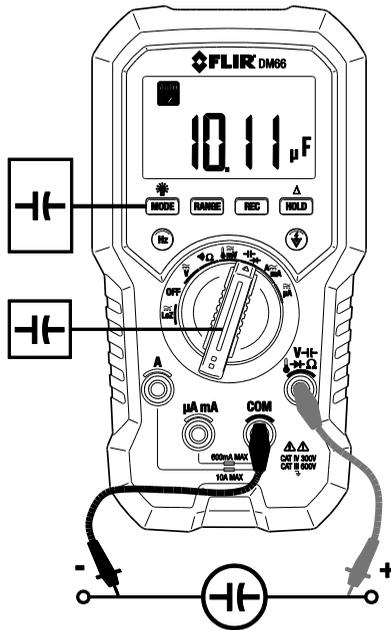
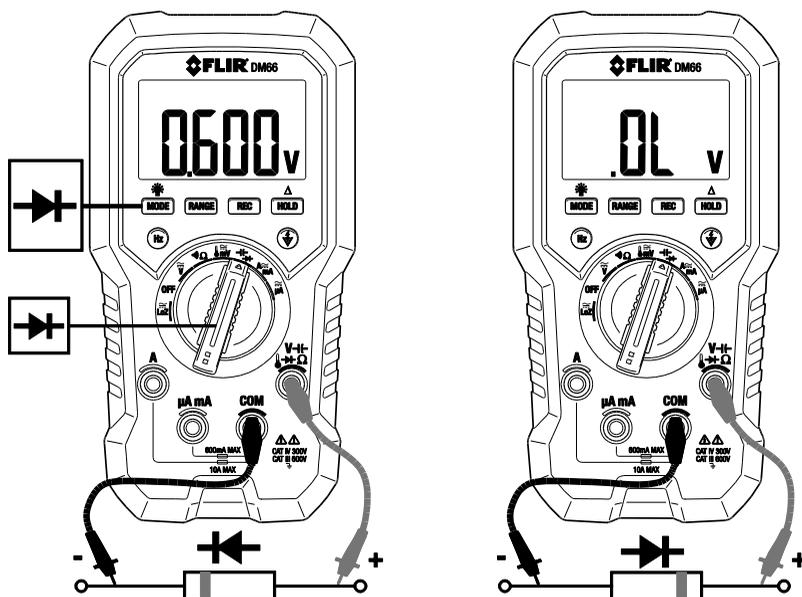

图 6-5 — 电容测试
图 6-6 — 二极管测试（左侧为正向偏压，右侧为反向偏压）
**短按模式** 按钮切换电容和二极管功能。最后的选项将做为开机默认项保存。参见图 6-5 了解功能开关位置、测试引线连接、按下按钮操作和电容测试的显示示例。二极管测试参见图 6-6。
在二极管模式下，良好硅二极管的正常正向压降（正向偏压）在 0.400V 到 0.900V 之间（左侧的图 6-6）。读数高于此值代表二极管故障（有缺陷）。读数为零代表二极管短路（有缺陷）。显示 OL 代表二极管开路（有缺陷）。对二极管反向连接（反向偏压）测试引线（右侧图 6-6）。数字显示 OL 代表二极管良好。任何其他读数均代表二极管有电阻或短路（有缺陷）。